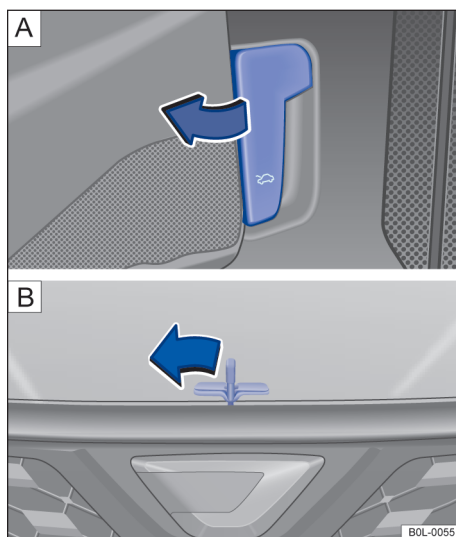

图 135 A 驾驶员侧脚部空间内：发动机舱盖的解锁手柄；B 散热器格栅上方：发动机舱盖解锁拨杆 ▶
- 打开发动机舱盖前，要确保前风窗玻璃刮水器臂贴合在前风窗玻璃上 → 图 135 [D]。
- 打开驾驶员侧车门，沿箭头方向拉动解锁拨杆（其上印有符号 ）→ 图 135 [A]。发动机舱盖在弹簧力作用下从前围支架的锁止装置中弹出 → 图 135 [B]。
- 沿箭头方向拨动散热器格栅上方的解锁拨杆 → 图 135 [E] 并上抬发动机舱盖。
- 略微上抬发动机舱盖 → 图 135 [F]。